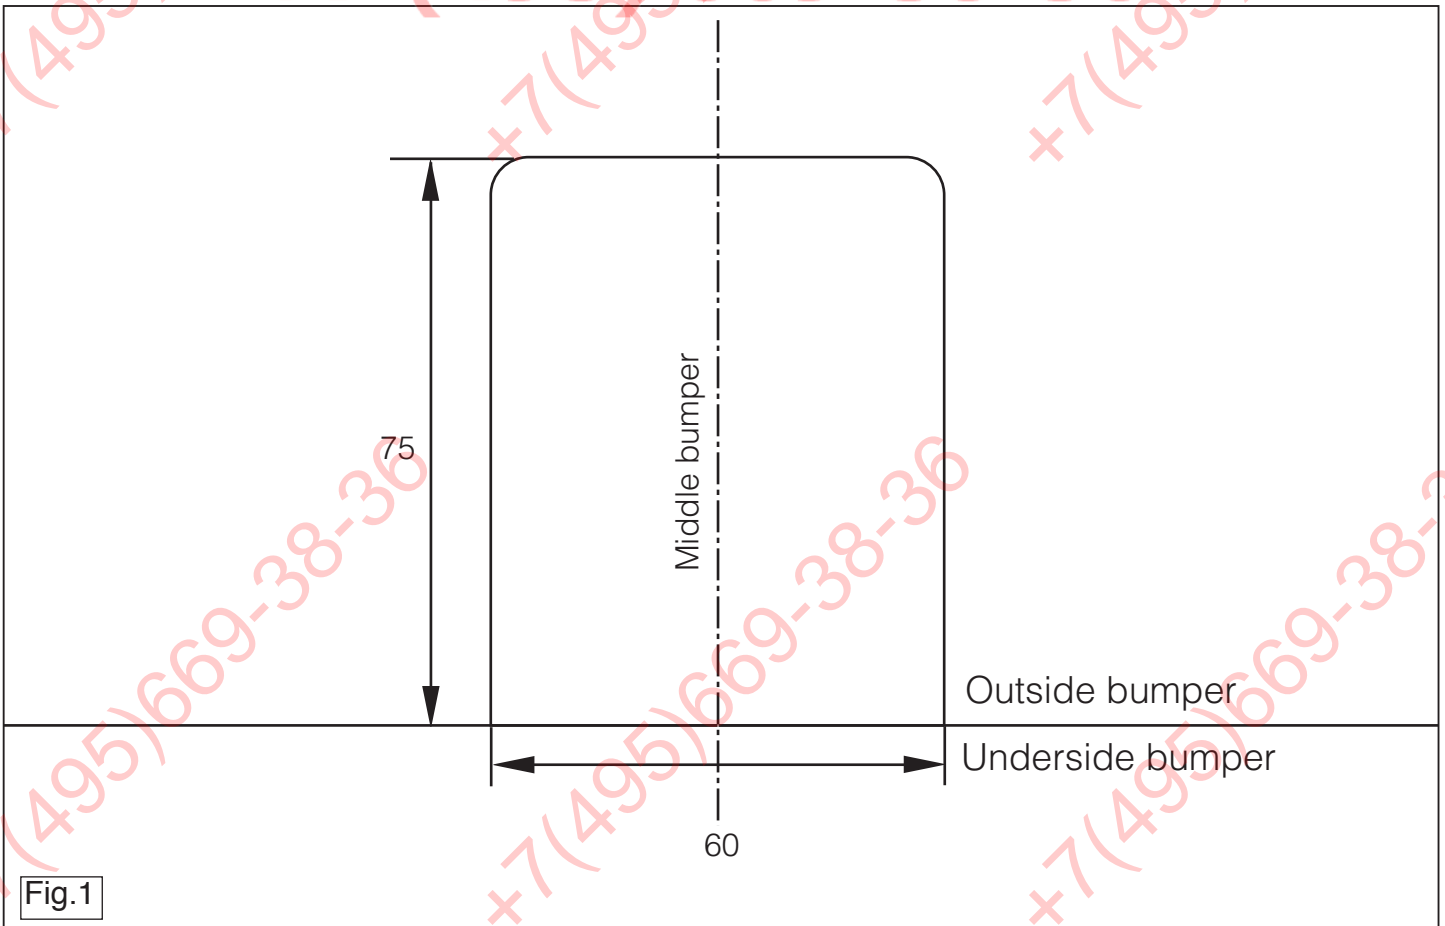

Fig.1
2. **Octavia Sdn/Wgn; ->2009:** Saw a section out of the middle of the underside of the bumper as shown in fig 1.
2. **Octavia SdnWgn; >2009:** Scier au centre de la partie inférieure du pare-chocs une partie correspondant à la figure 1. Non découper.
2. **Octavia SdnWgn; >2009:** Auf der Unterseite der Stobstange einen Teil aus der Mitte gemäß Abbildung 1 heraus schneiden.